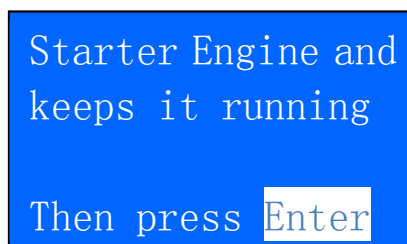

Abbildung 52
5. Drücken Sie , um fortzufahren. Es erscheint die Meldung (Abb. 52)